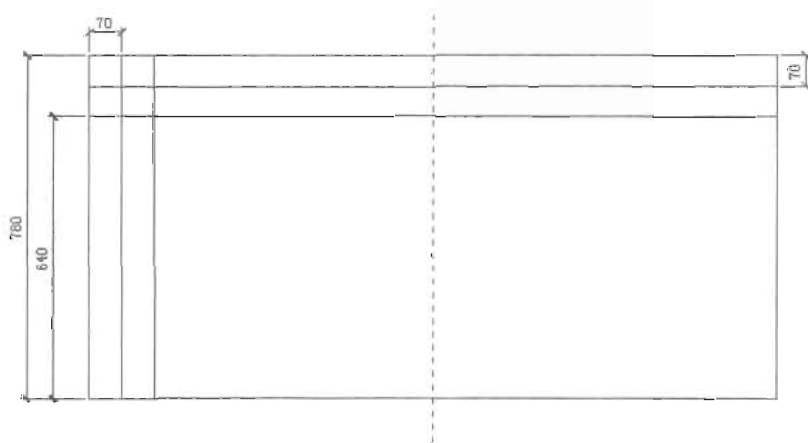

图 5-128
(3) 选中矩形，然后单击“修改”工具栏中的“分解”按钮，将矩形分解为独立的线段。
(4) 单击“修改”工具栏中的“偏移”按钮，设置偏移距离为 70，将矩形左侧和上方的线段进行偏移复制作为辅助线，如图 5-128 所示。